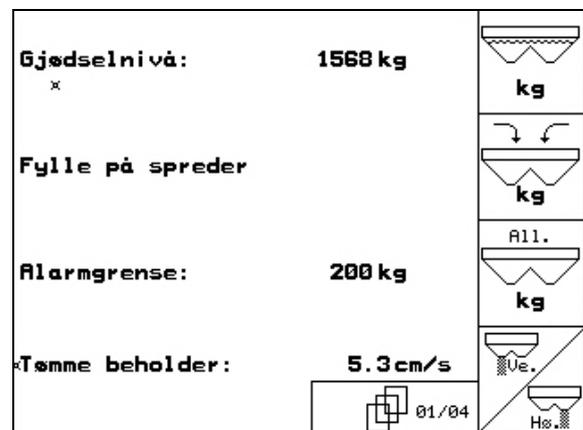

Fig. 67
- I menyen Maskindata, side 1  (Fig. 67).
Bekreft etterfylt gjødselmengde (Fig. 67).